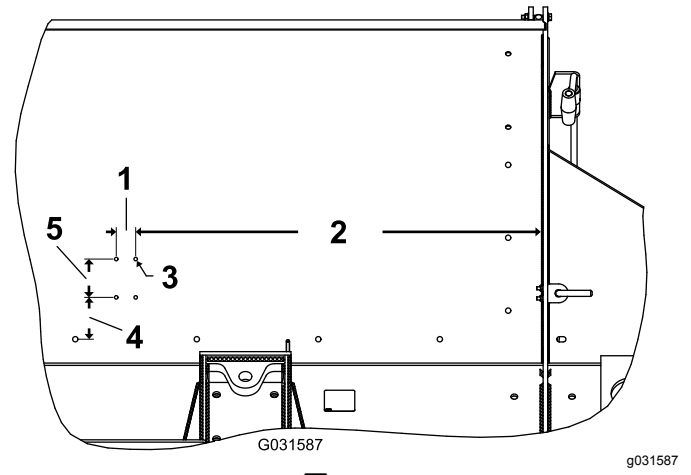

图12
1. 在料斗侧面钻出 4 个安装孔 7mm。请参阅图12了解钻孔尺寸信息。